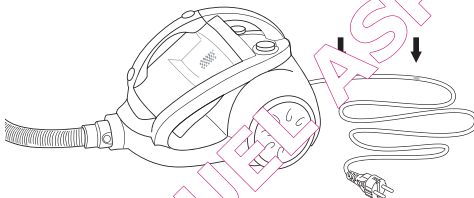

Abbildung 5 Markierungen auf dem Kabel
5. Das Kabel bis zur gelben Markierung ziehen und eine rote Markierung, siehe Abbildung 5. Ziehen Sie das Kabel bis zur gelben Markierung heraus.